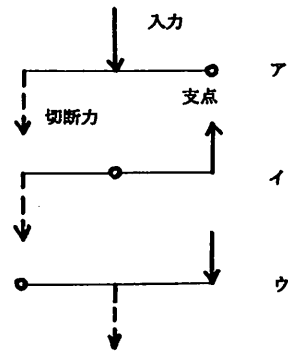

図3 てこの原理と鋏
- ①U字形 ②X字形 ③V字形 ④多刃形
鋏の構造は、てこの原理の応用である。図3に基本形を示す。アは①の握り鋏に、イは②の洋鋏や、唐時代の鋏が原点と言われる種子島鋏、博多鋏などに対応している。ウに対応する③は見かけることが少ないが、例えば葉巻切り鋏、押し切り鋏、採果鋏などに応用されている。②を多数並べたのが④である。これには、細かい切刃を多数持つ上刃と下刃を刃の裏面で擦り合わせたバリカント、上刃と下刃をサンドイッチ